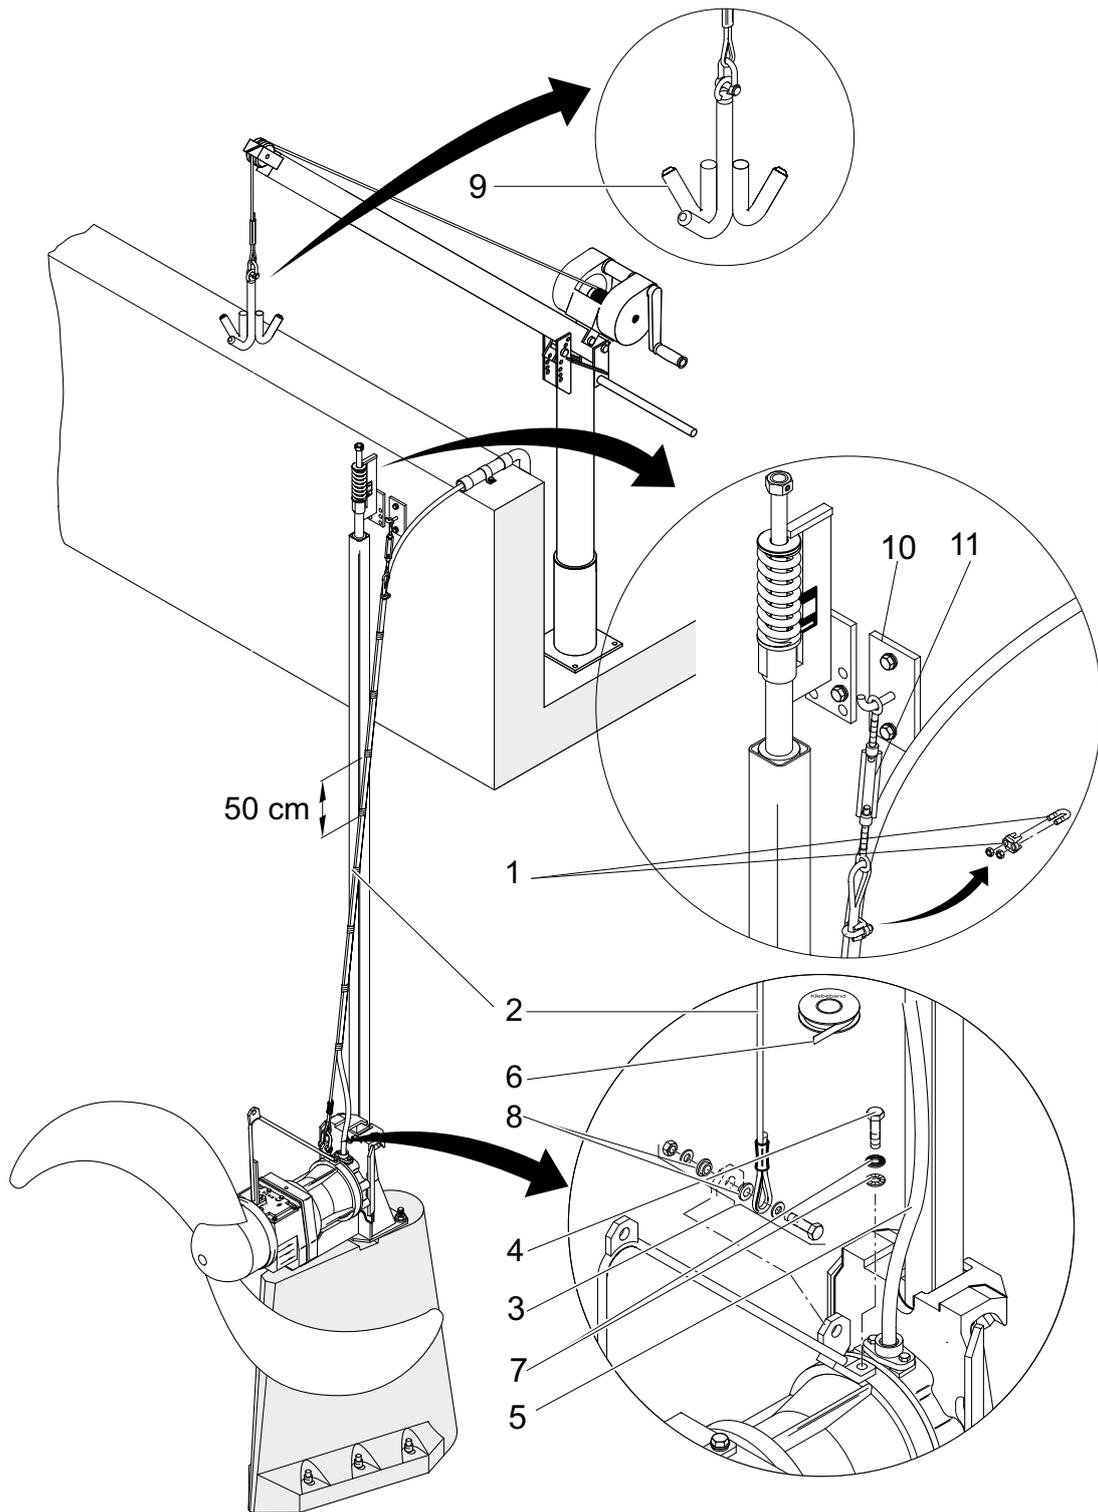

Bild 14 Montage der Kabelabspannung
- Anschließend ist das Motoranschlußkabel mit dem beigefügten Spezialklebeband (14/6) im Abstand von jeweils **ca. 50 cm** am Edelstahlseil *gemäß Bild 14* zu befestigen.
- Ist das Motoranschlußkabel korrekt mit dem Edelstahlseil verbunden und so abgespannt, daß es nicht pendeln oder vom Propeller erfaßt werden kann? (siehe Bild 14, Kapitel 5.6).